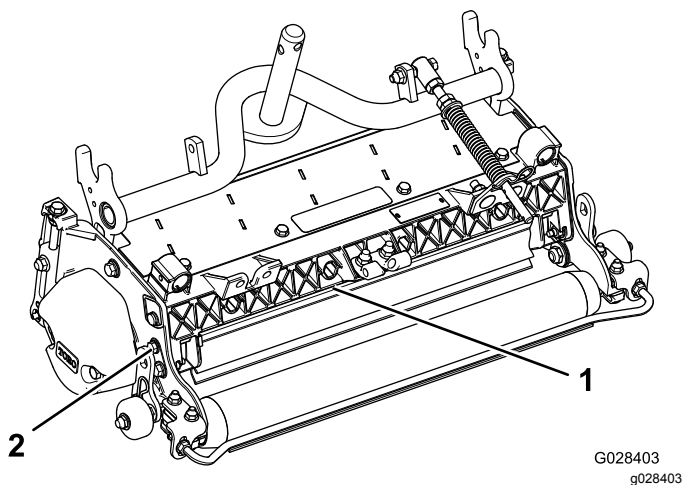

图 10
1. 松开挡草罩枢轴上的螺栓 图 10。
2. 将挡草罩旋转至所需设置然后拧紧螺栓 图 10。